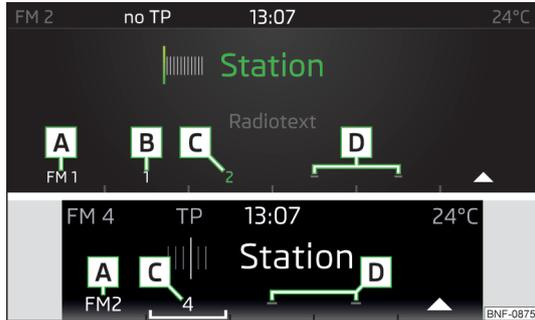

Abb. 99
- » Zur **Senderspeicherung** die Speichergruppe mit der Funktionstaste  » Abb. 99 auswählen und die gewünschte Stationstaste gedrückt halten.
Stationstasten für bevorzugte Sender » Abb. 99